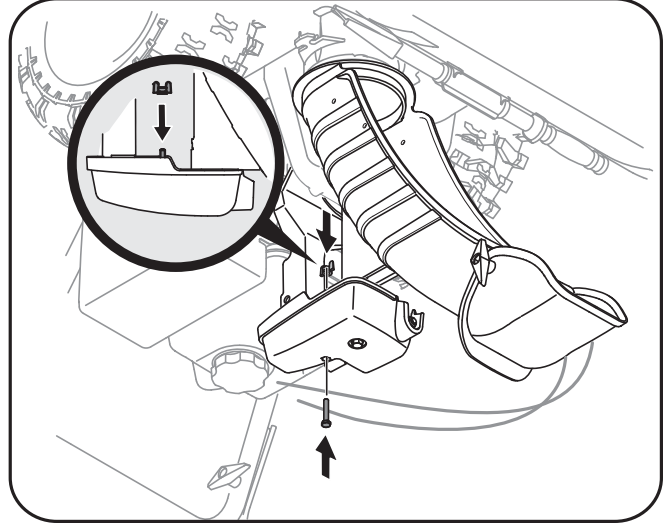

Fig. 3-5
- Continuez l'installation de la goulotte sur son support avec l'écrou à oreilles et la vis hex. retirez plus tôt. Voir la Fig. 3-5.